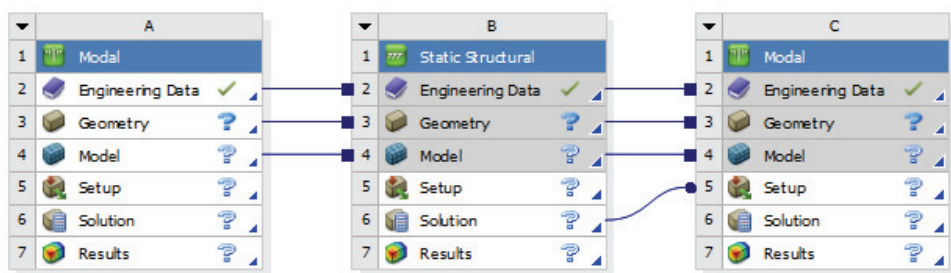

图 10-1 分析项目
4) 在工具箱中的 Analysis System>Modal 上按住鼠标左键拖曳到项目管理区中, 当项目 B 的 Solution 项红色高亮显示时, 放开鼠标创建项目 C, 此时相关联项的数据可共享, 如图 10-1 所示。